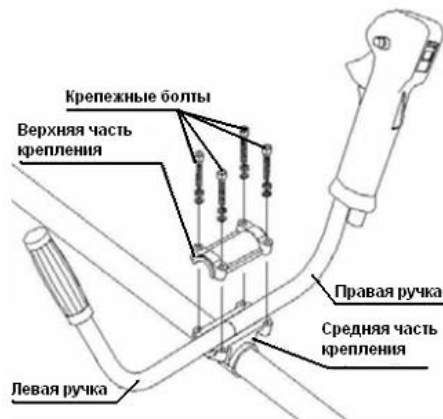

Рисунок 2
- закрепите верхнюю и среднюю части крепления с помощью болтов (рис.2).